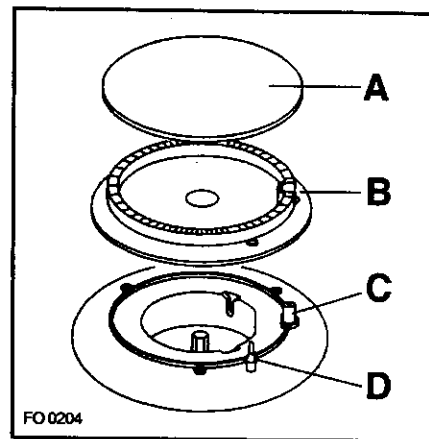

Рис. 1
- Для моделей с термопарой (рис. 1 - буква D): когда появится пламя, держите регулятор в нажатом состоянии около 5 секунд - это нужно для того, чтобы активировать предохранительное устройство варочной поверхности (термопару).